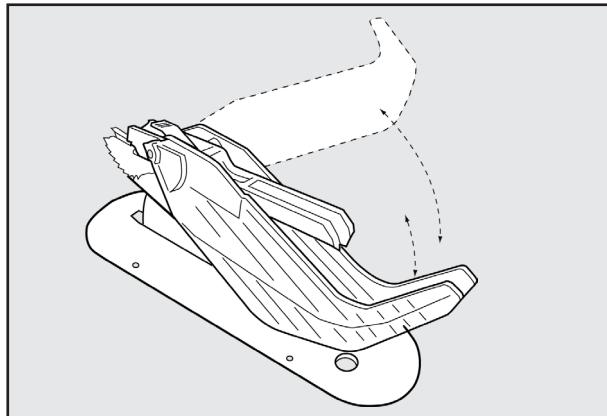

Figura 44
1. Consulte la Figura 44 y, levantando la guarda desde el frente, eleve el escudo protector hasta llegar a la posición de bloqueado que se indica con un chasquido. Pueden elevarse uno o ambos escudos protectores.